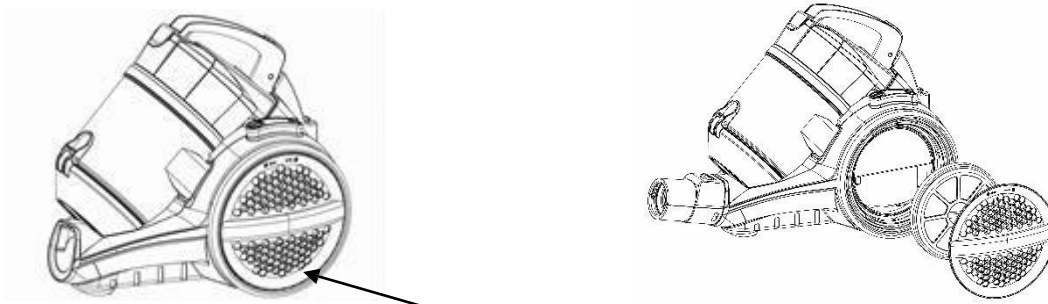

Fig. 10
2. Rotiți capacul roții (fig. 10) în sens invers acelor de ceasornic până auziți un clic, scoateți capacul și extrageți filtrul.